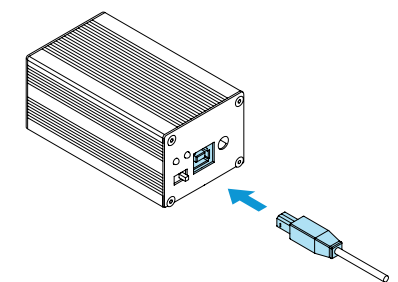

Рисунок 10.
8. Подключить интерфейсный блок к ПК USB-кабелем (2) (рисунок 10)